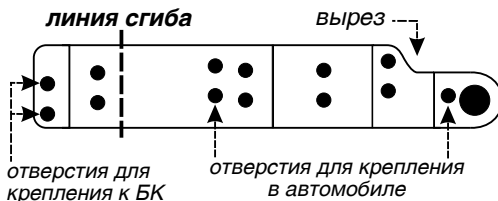
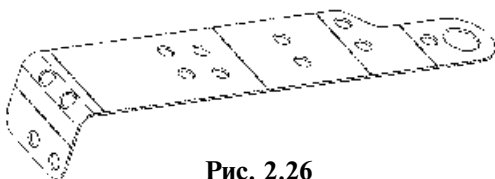

Рис. 2.25
Рис. 2.26
8. Бортовой компьютер устанавливается на двух кронштейнах. Кронштейн, внешний вид которого приведен на рис. 2.25, представляет собой металлическую пластину.
9. Согните пластины по линии сгиба, рис. 2.25, под прямым углом, как показано на рис. 2.26, сгибайте кронштейны в противоположные стороны (зеркально), учитывая, что кронштейны будут устанавливаться один с правой, другой с левой стороны.